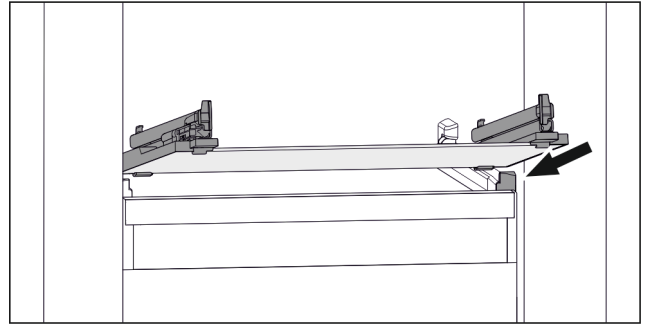

Fig. 31 Exemple de représentation de la tablette en verre
- ▶ Placer la tablette en verre, en l'inclinant, derrière les butées. (voir Fig. 31)